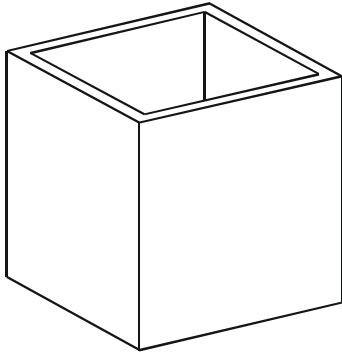

Fig. 1a
- Differenz (8a) der Körper bilden (Fig. 1a)